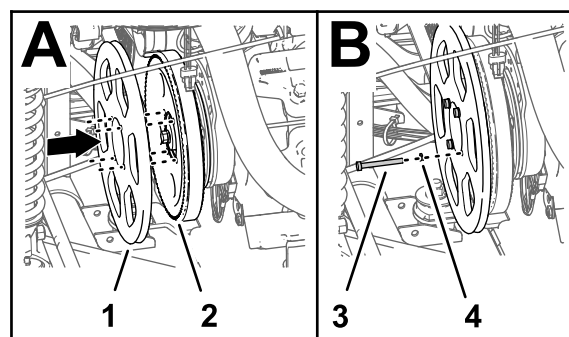

Рисунок 179
4. Совместите отверстия в шкиве генератора (из комплекта) с отверстиями в шкиве насоса опрыскивателя (Рисунок 179).